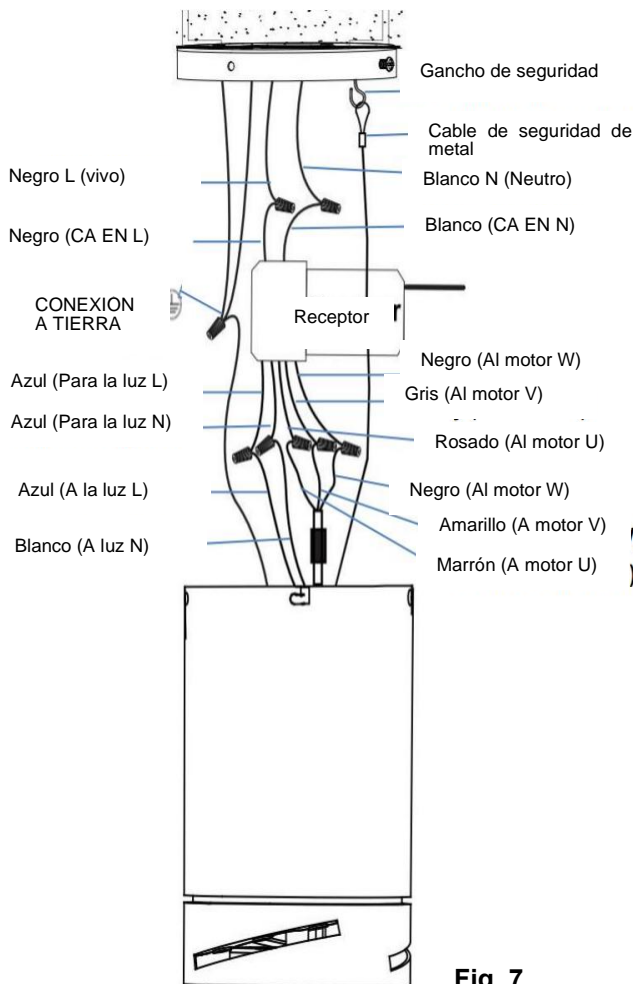

Fig. 7
- Complete el cableado eléctrico según la sección de "DIAGRAMA DE CABLEADO ELÉCTRICO" a continuación. (Fig.7)
2. Conecte el cable vivo de suministro eléctrico del hogar (negro) al cable de entrada del receptor (negro, AC IN L) como se muestra en (Fig. 7)